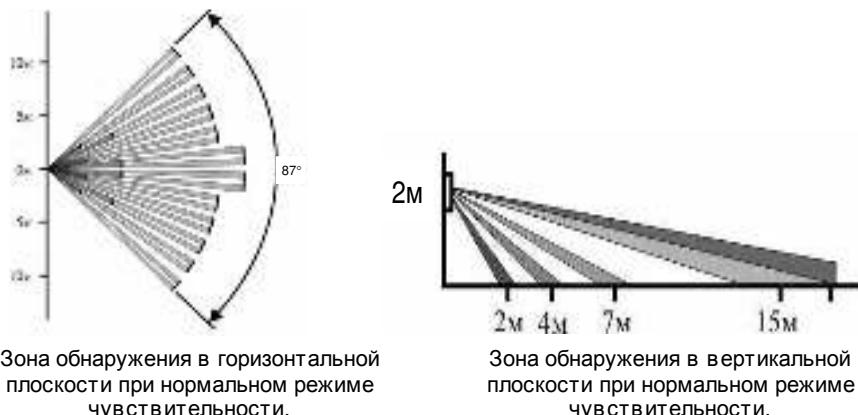

Рисунок 5
4.2. Извещатель измеряет и фиксирует инфракрасное излучение от человека в зоне обнаружения, которая имеет форму сектора радиусом дальней границы не менее 12 м и в внутренним углом не менее 87 градусов (см. Рисунок 5.).